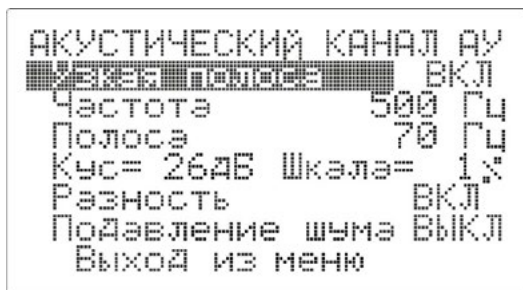

Рисунок 10
4.8.2.2. Строка меню «Узкая полоса». В режиме «Вкл» — **Рис. 10.**